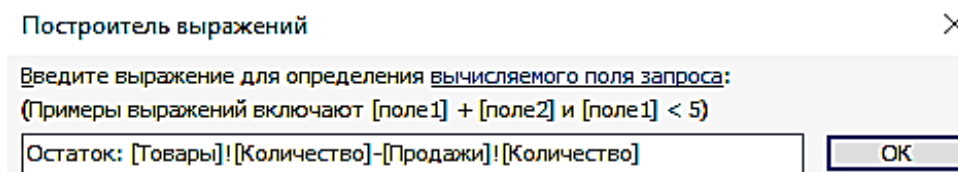

Рис. 3.1. Построитель выражений
2. Для подсчета разности количества товаров создайте после поля «Количество», вычисляемое поле «Остаток» (с правой стороны), при помощи построителя (рис. 3.1).